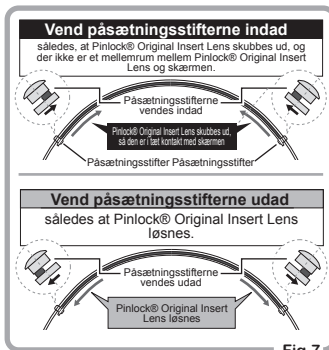

Fig.7
- ① Fjern skærmen fra hjelmen, og tag Pinlock® Original Insert linsen af skærmen.
- ② Justér påsætningsstifterne ved at dreje dem med et værktøj. (Fig. 7)
- ③ Påfør Pinlock® Original Insert Lens på bagsiden af skærmen. Sørg for, at der ikke er et mellemrum mellem Pinlock® Original Insert Lens og skærmen, efter at skærmen er fastgjort på hjelmen. Hvis der er et mellemrum, følg de samme trin en gang til.